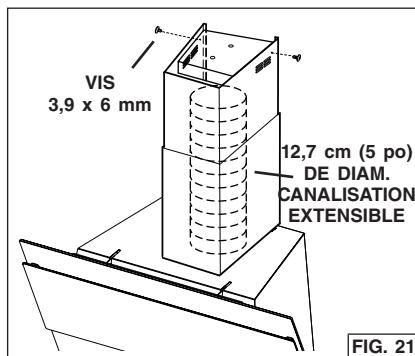

FIG. 21
16. Étirez la canalisation extensible, fixez-la à l'adaptateur 12,7 à 15,2 cm (5 po à 6 po) et appliquez de l'adhésif sur les joints des canalisations. Fig. 21.
22. Installez (2) vis de montage de 3,9 x 9,5 mm pour fixer le carneau supérieur au collecteur.